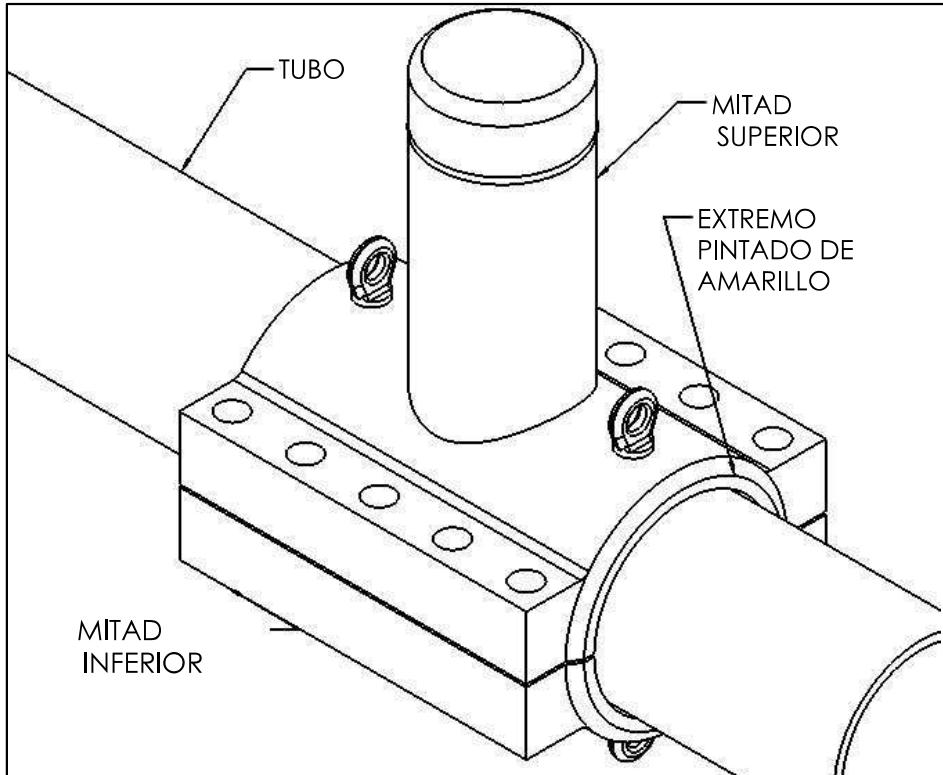

Figura 4
- Ensamble la tapa de toma "PLIDCO Tap+Enclosure" alrededor del tubo y póngala centrada sobre la toma u obstrucción que se está cubriendo. Asegúrese de que los extremos pintados de amarillo estén juntos, como se muestra en la Figura 4. En ningún momento debe haber soldadura, fuga o anomalía alguna más cerca de $\frac{1}{2}$ " de los sellos circunferenciales. Trate de evitar que haya fugas directamente sobre los sellos longitudinales.